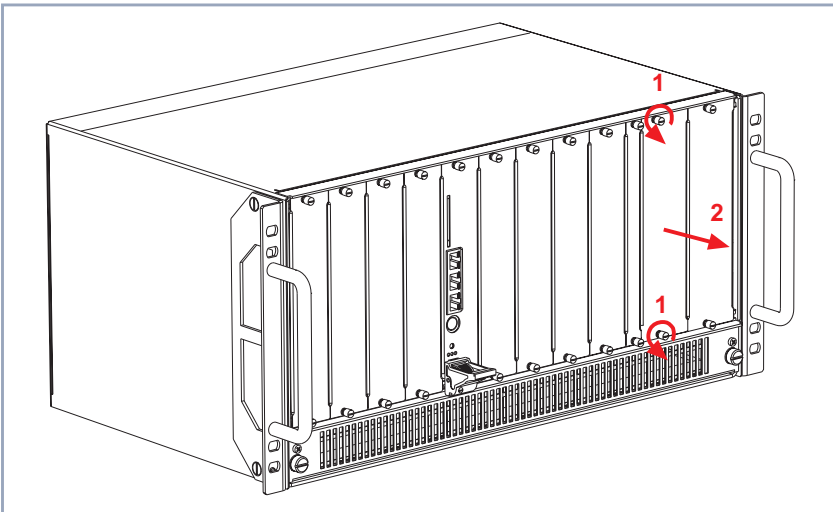

Bild 1-1: Entfernen der Netzgeräte-Blindabdeckung.
- Lösen Sie die Schrauben von der Netzgeräte-Blindabdeckung, siehe Bild 1-1, Seite 8.